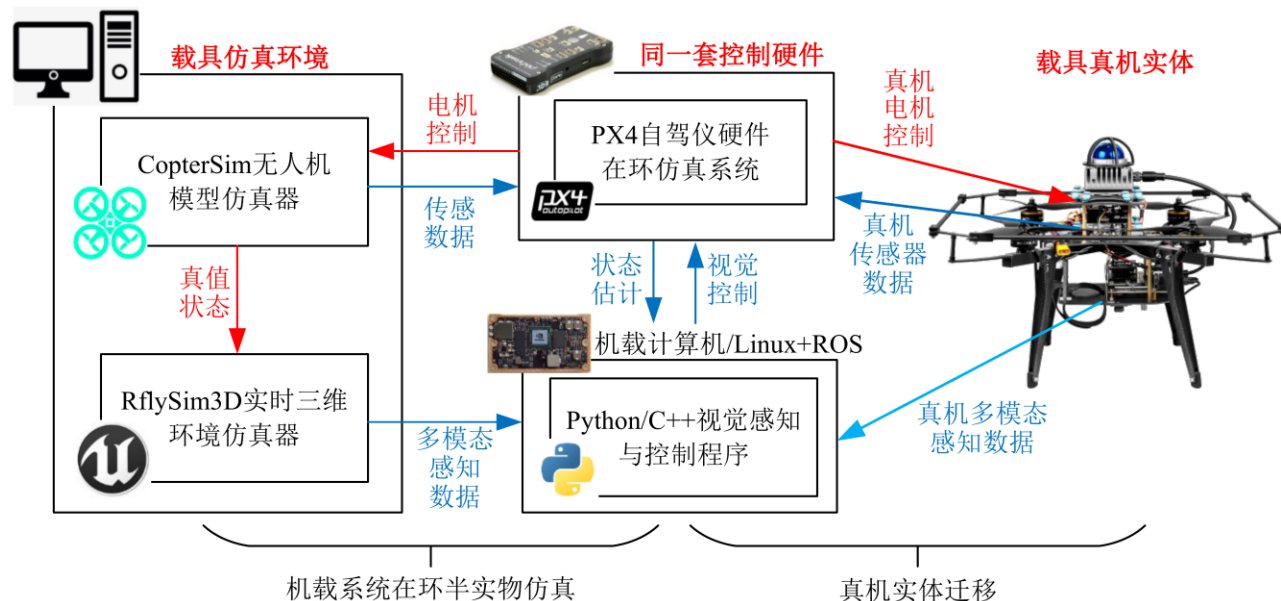
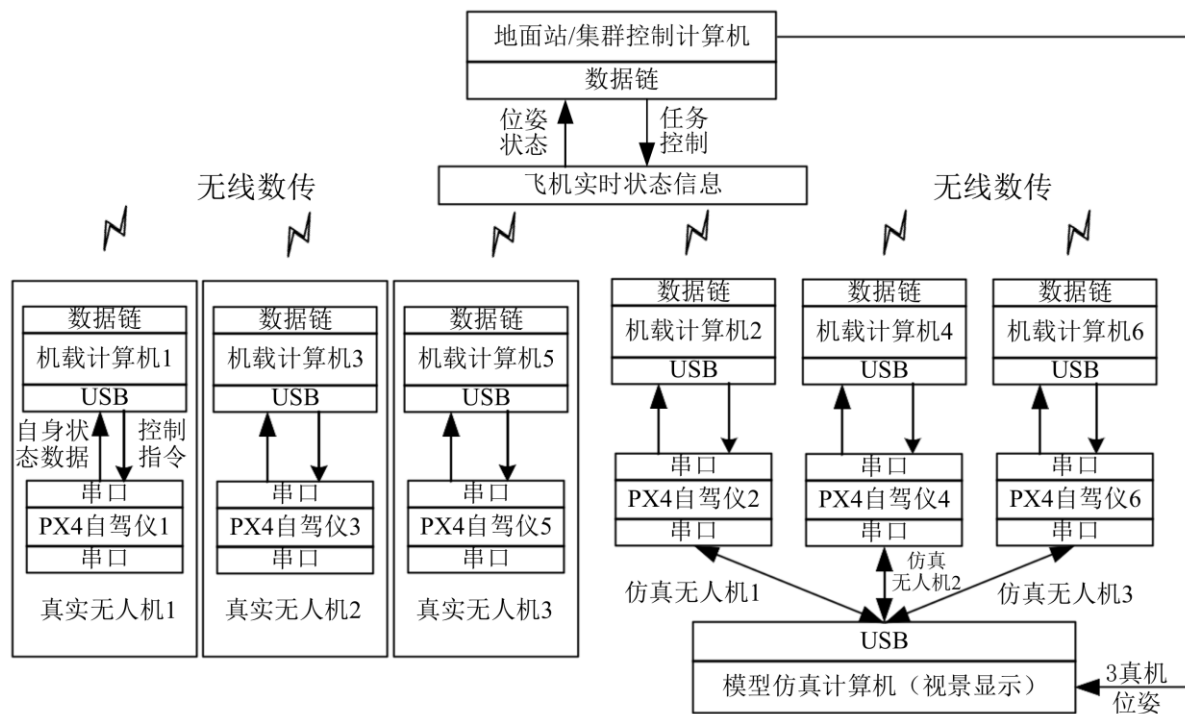

图2.20 机载系统硬件在环仿真
图2.21 固定翼半实物仿真实验架构图
- **逐步换真：** 先让算法在真实自驾仪与机载计算机上处理仿真数据（图2.20），再从“1实5虚”起逐步增加真机比例（图2.21为3实3虚）。